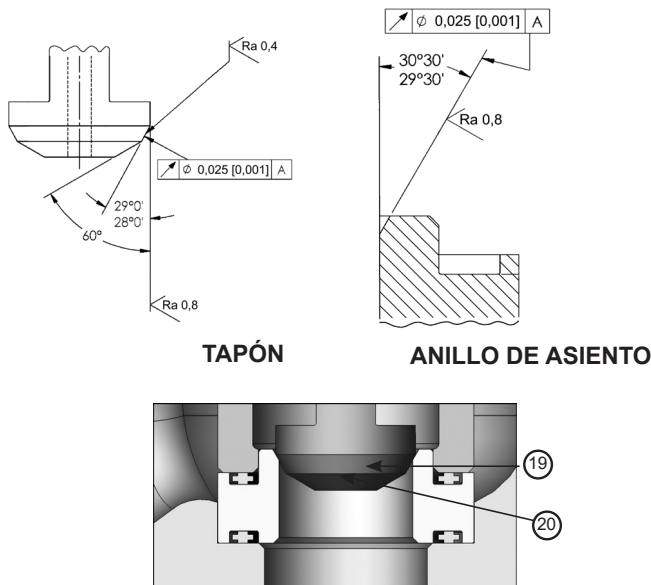

Figura 3: Superficies de asientos de tapones y anillos de asiento
Es posible que sea necesario lapear las superficies de asiento para restaurar la integridad de la superficie necesaria para cumplir con los requisitos de fuga de la válvula. Se permite una extracción de metal máxima de 0.015" (0.4 mm) de las superficies del tapón y del asiento para cualquier tamaño de válvula. Asegúrese de que los ángulos de asiento en las piezas reelaboradas estén dentro de las tolerancias especificadas como se muestra en la Figura 3 a continuación. Las piezas que requieran más remoción de metal para restaurarse deben desecharse y reemplazarse.
10. Después del lapeado, desmonte las piezas para limpiarlas y vuelva a montarlas, asegurándose de que los ángulos de asiento estén dentro de la tolerancia. (Vea la Figura 3).